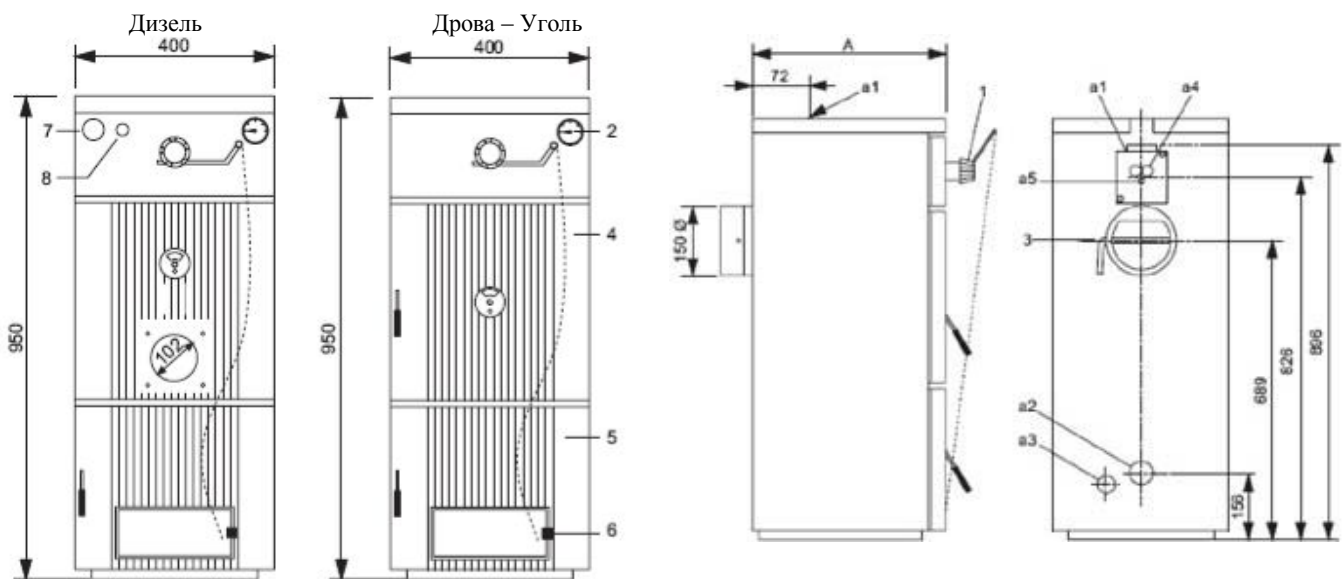

Рис. 2
3. Смонтировать аварийный клапан "Р" на выход змеевика "N" с соблюдением направления вращения, указанного стрелкой. Вставить датчик "Q" клапана в соответствующее гнездо "а5" (Рис. 2).
Горелка должна быть смонтирована в соответствии с инструкцией по монтажу горелки с использованием набора оснастки, поставляемого под заказ, описание которого приводится в настоящем разделе. После установки горелки необходимо убедиться в плотности закрытия и теплоизоляции люка 6 рис.2.
2. Отрегулировать винт регулировки воздушной заслонки до полного закрытия заслонки ("L"=0). (зафиксировать люк 6 рис.2 герметично, что бы продукты сгорания топлива не попадали в жилое помещение)
Термостат защиты от перегрева и предохранительный клапан – на рис. 2 места установки a4 и a5
Аксессуары для установки надувной горелки – рис. 2 часть «дизель» подробнее см. раздел 5